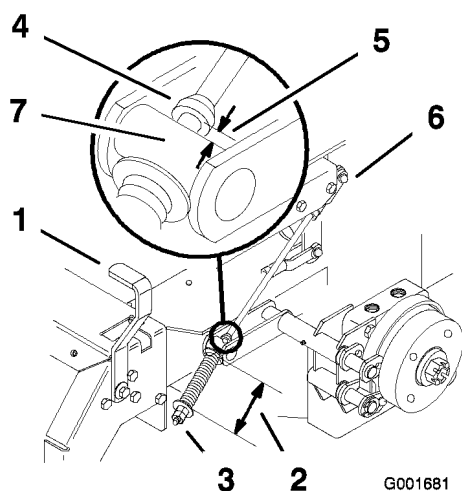

Figura 47
2. Mida la longitud del muelle; debe ser de 74 mm entre las arandelas (Figura 47).
- A. Afloje la contratuerca que está debajo del muelle y apriete la tuerca que está directamente debajo de la horquilla (Figura 47).
6. Mida la distancia entre el muñón y el collar de la varilla de freno. La medida debe ser de 5 a 7 mm (Figura 47).
- B. Gire las tuercas de ajuste inferiores hasta obtener la medida correcta (Figura 47).